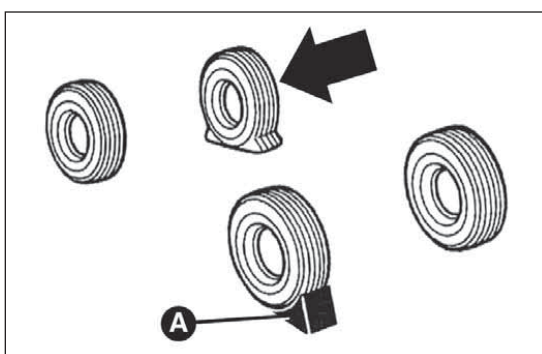

Abb. 35
- Den Haltekeil hinten am Rad diagonal gegenüber dem Rad positionieren, das ersetzt werden muss (siehe Abb. 35), so dass das Fahrzeug sich im angehobenen Zustand nicht bewegt;